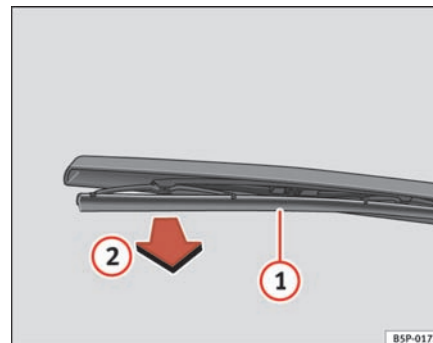

Fig. 166 Udskiftning af viskerblad bagpå
- Løft viskerarmen ud fra forruden ⇒ fig. 166.
- Clips viskerbladet af (1), og træk det af (2) ⇒ fig. 166.